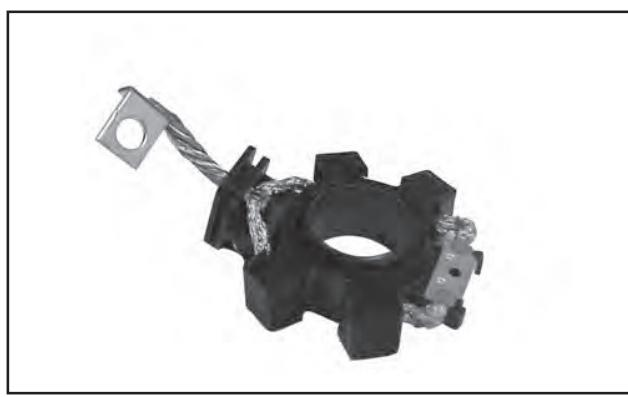

Abbildung 8-60. Bürstenset für Wartung.
4. Die neuen Bürsten und Federn werden vormontiert in einer Bürstenhalterung mit einem Schutzrohr geliefert, das auch als Montagewerkzeug dient. Siehe Abbildung 8-60.